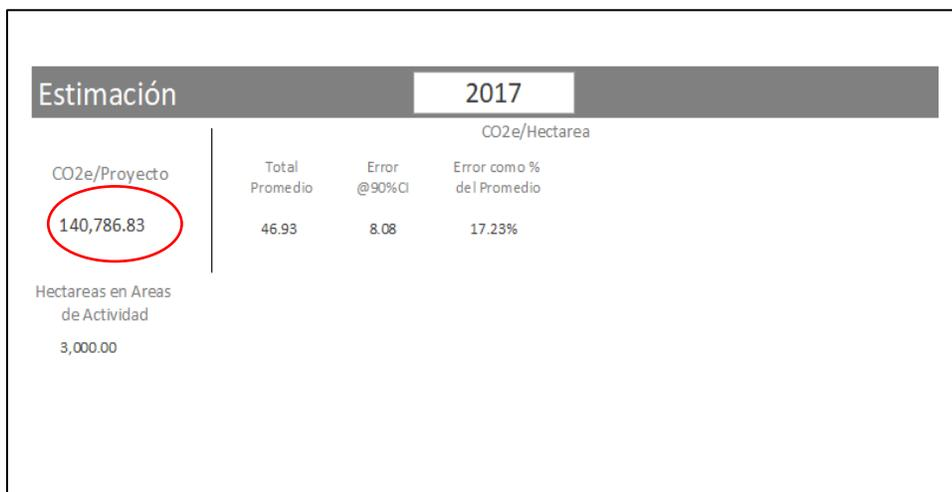
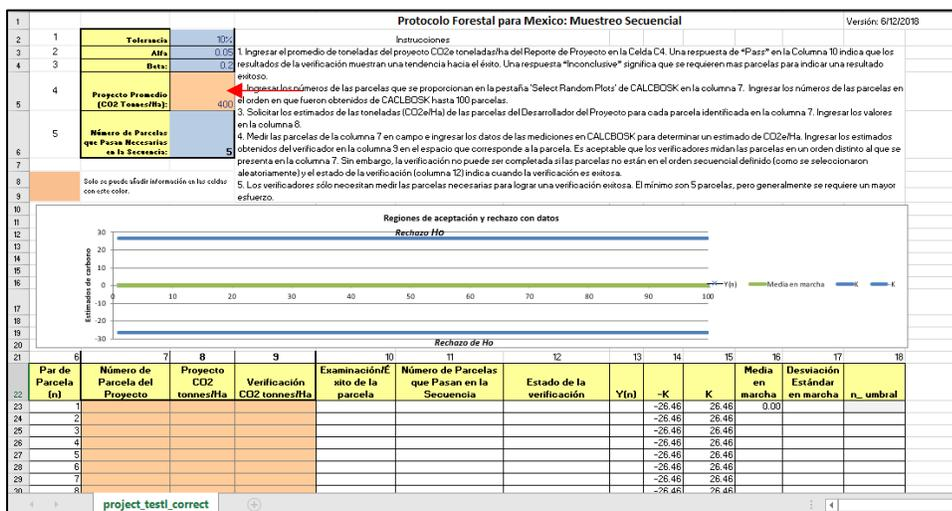

Figura 81. Localizar el Promedio de tCO₂/ha para el Área de Actividad
Figura 82. Ingresar el promedio de tCO₂/ha en la Hoja de Cálculo del Muestreo Secuencial
- Es importante que el verificador modifique el promedio de tCO₂/ha para el Área de Actividad basado en el número que se encuentra en el Reporte de acervos de carbono al final del Periodo de Reporte (Figura 81), e ingresar este valor en la Hoja de Cálculo del Muestreo Secuencial (Figura 82).